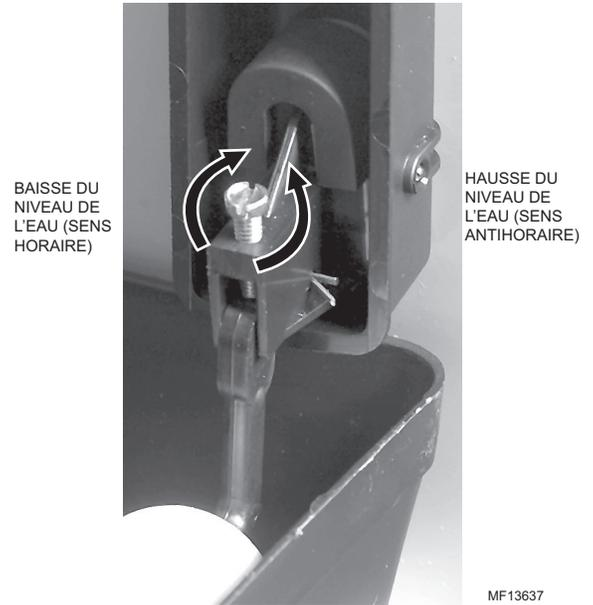

Fig. 52. Réglage du niveau de l'eau.
5. Régler le niveau de l'eau à 3,5 cm (1 3/8 po) en tournant la vis de réglage sur le robinet à flotteur. Voir la figure 52. Tourner dans le sens horaire pour baisser le niveau de l'eau et dans le sens contraire pour le hausser.